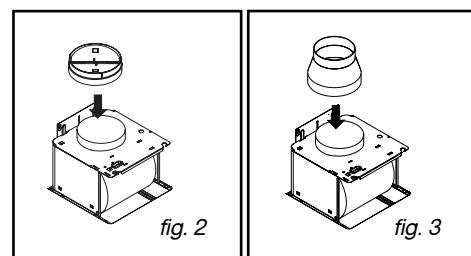

fig. 3
- Se possuir um tubo com 125 mm de diâmetro, utilize o adaptador fornecido (fig. 3). Se o tubo exterior for inferior a 125 mm, é obrigatório ligar o exaustor em modo de reciclagem.
- Encaixe uma extremidade do tubo no deflector e a outra extremidade na saída do motor (fig. 3).
- Prepare a chaminé, tendo o cuidado de deixar os orifícios virados para cima, de modo a ficarem visíveis (B/fig. 3).
- Fixe a parte superior da chaminé (C/fig. 3) ao deflector de fumos (A/fig. 3) com o auxílio dos dois parafusos (F/fig. 3).